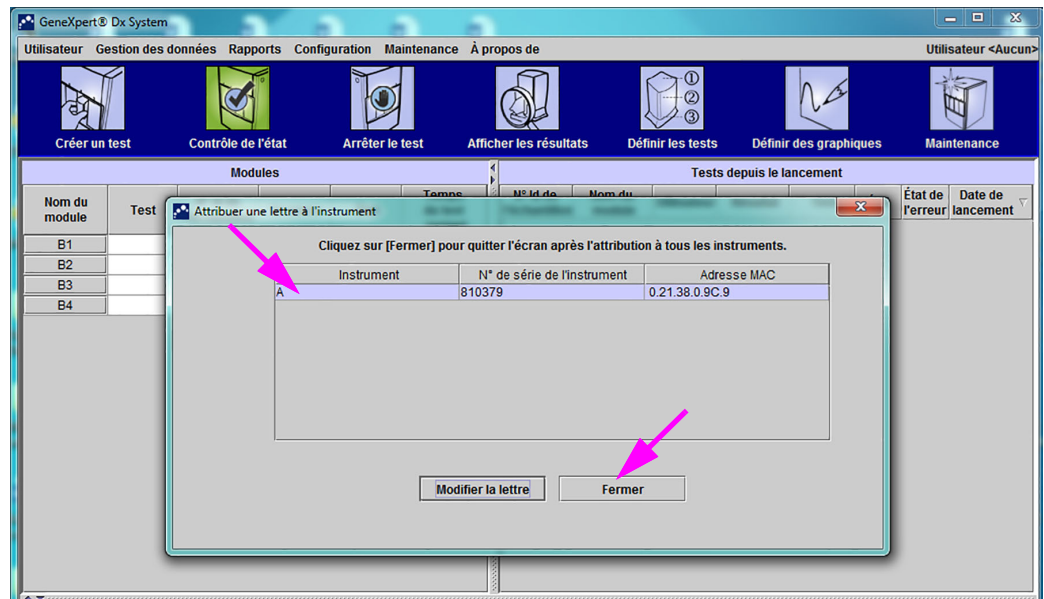

Figure 2-59. Fenêtre du système GeneXpert Dx avec la boîte de dialogue Attribuer une lettre à l'instrument affichée
- Cliquez sur **Fermer** pour fermer la boîte de dialogue Attribuer une lettre à l'instrument (voir la Figure 2-59). La boîte de dialogue Attribuer une lettre à l'instrument indique la nouvelle lettre attribuée pour les modules.